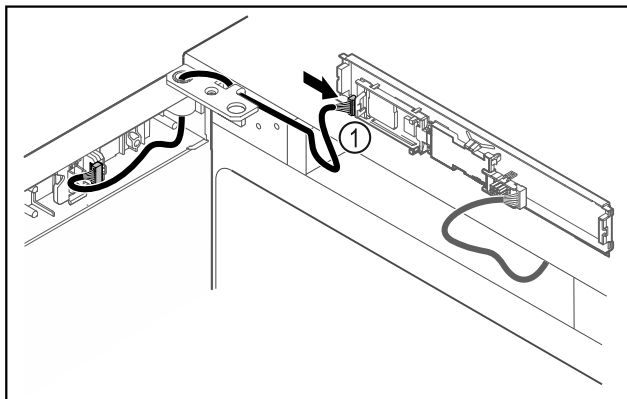

Fig. 50
- ▶ Dugja be a dugót Fig. 50 (1) a NYÁK-on.